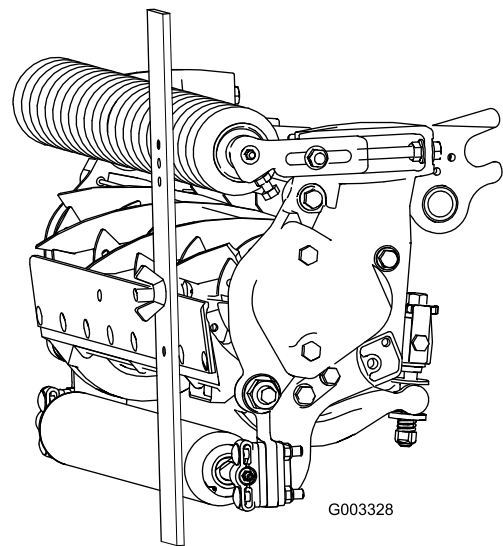

Figura 25
3. Prenda a cabeça do parafuso à extremidade cortante da lâmina de corte e apoie a extremidade traseira da barra no rolo traseiro (Figura 25).
4. Rode o parafuso de ajuste até que o rolo entre em contacto com a dianteira da barra indicadora (Figura 25). Ajuste ambas as extremidades do rolo até que todo o rolo esteja paralelo à lâmina de corte.